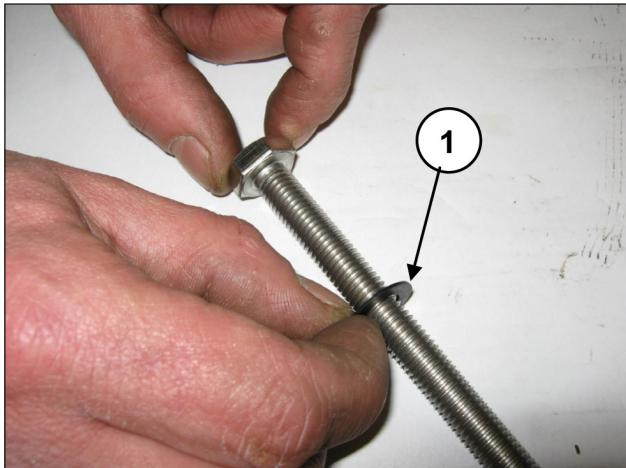

Рис. 156
Наденьте шайбу Ø10x18x0,9 на крепежный винт поршня (поз. ①, Рис. 156).